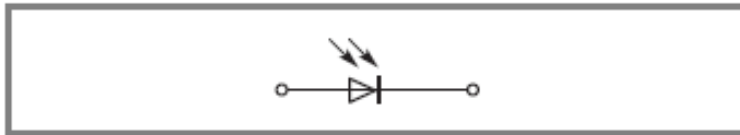

Figure 4.10 - Symbole normalisé d'une photodiode.
- Le courant inverse d'une jonction n'est pas tout à fait nul : il existe un courant de fuite. Ce dernier augmente sensiblement lorsque l'on éclaire la jonction. Ce phénomène est exploité dans les photodiodes : ce sont simplement des diodes au silicium dont la jonction peut être éclairée. On les représente par leur symbole normalisé (figure 4.10). On polarise la photodiode en inverse (figure 4.11).